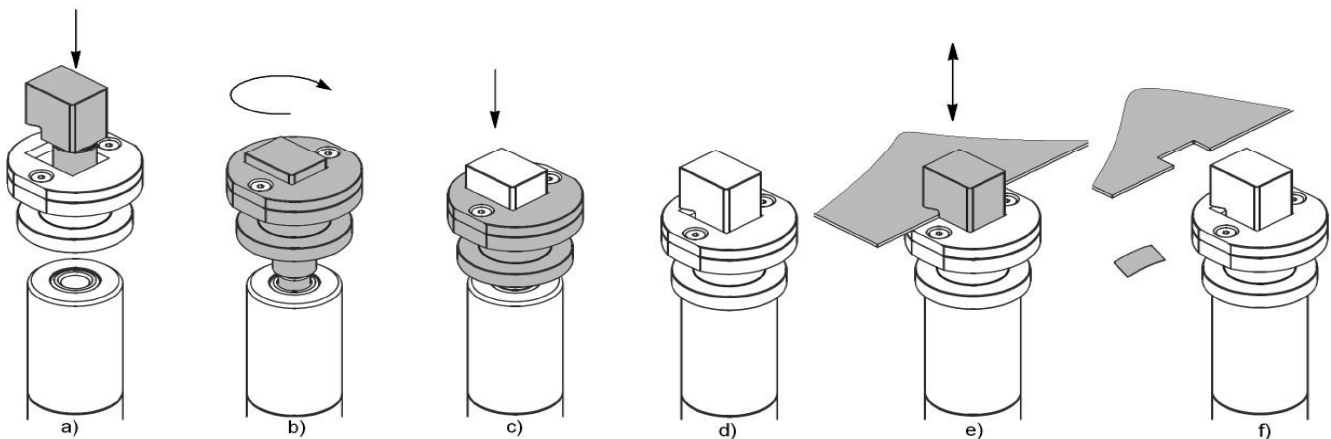

Рис. 2. Використання штампа WP
1. Вставити пробійник матриці у отвір блоку (рис. 2а, 2b).